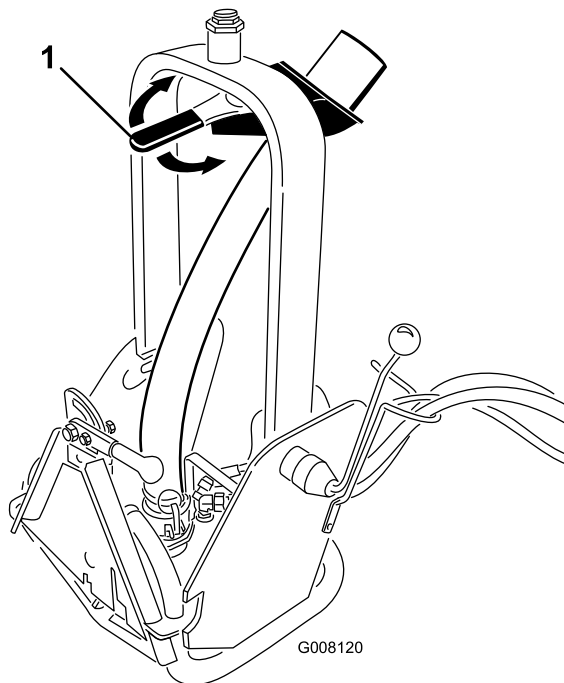

図 7
2. 水を飛ばす方向の調整は、ノズル・ハンドル（図 7）で行います。
注 ハンドル・ノズル（図 7）の抵抗を強または弱く調整したい場合には、ピボット・タワーの上部についている大きいナットのトルクを調整します。